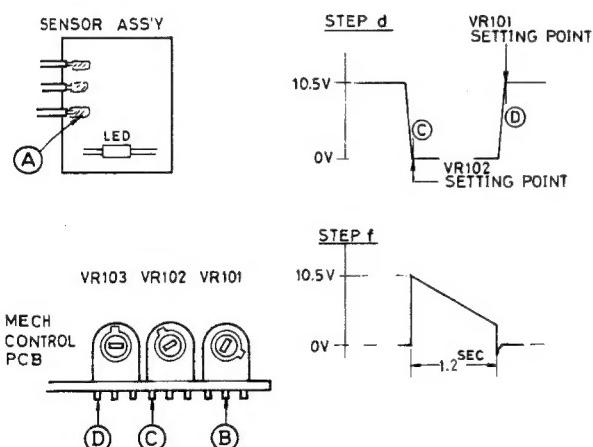

Fig. 3
Chacune de ces valeurs indique la position de réglage de la came de contact des potentiomètres, vu de côté, comme illustré sur la Fig. 3.
- b. Vérifier la tension du circuit: lorsqu'un courant de 13-16 VDC est appliquée à partir de l'alimentation, la tension d'émetteur du transistor X102 doit être de 11,5-12 VDC (mesurée au point A sur le montage détecteur). (Fig. 3).
- Each specifies the preset position of wiper of pot as seen from the side shown in Fig. 3.
- Check the voltage across the circuit: When 13-16 VDC is applied from the power supply, the emitter voltage of transistor X102 should be 11.5-12 VDC (as measured at point A on the sensor assembly). (Fig. 3) At the same time, confirm that the LED on the sensor assembly is glowing.